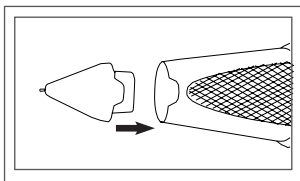
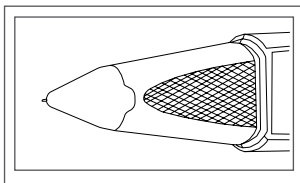

Рис. 1.08
Рис. 1.09
2. Чтобы вставить новый магнитный наконечник, расположите магнитный наконечник, как показано на рис. 1.08, и вставьте его в основной корпус, чтобы закрепить его с помощью магнита, как показано на рис. 1.09.